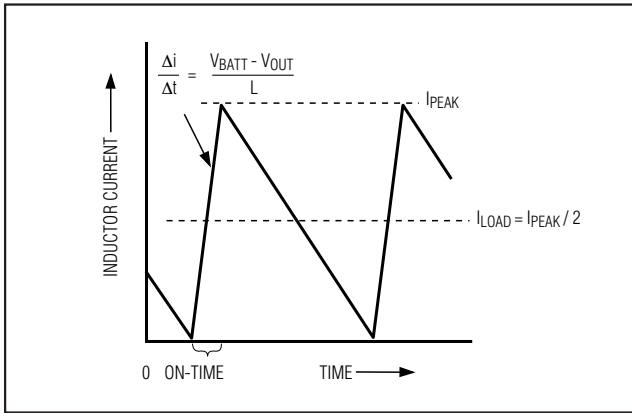

图4. 跳脉冲/断续模式转折点
电感值的函数(图4)。例如，在 $V_{OUT1} = 2.5V$ ， $V_{IN} = 15V$ 和 $K = 2.96\mu s$ 的标准应用电路(表4)中， $I_{LOAD} = 0.7A$ 或约为1/6满载时切换到跳脉冲模式。如果采用“摆动”(软饱和和)电感，转折点还要更低一些。
- 1) 在低 V_{IN} 值、高 V_{OUT} 值和最大负载电流的情况下，确定最小(谷)电感电流($I_{L(MIN)}$)。最小电感电流为 I_{LOAD} 减去一半的纹波电流(图4)。